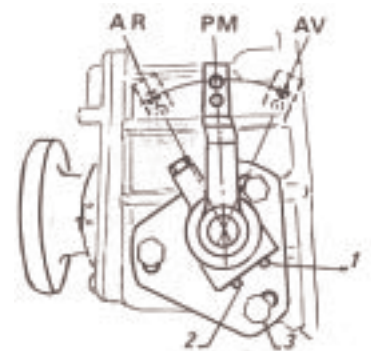

Fig 20
- Débloquer et dévisser les vis autoserrantes de butée 1 et 2 (Fig.20) et les vis 3 de fixation du flasque d'embrayage.